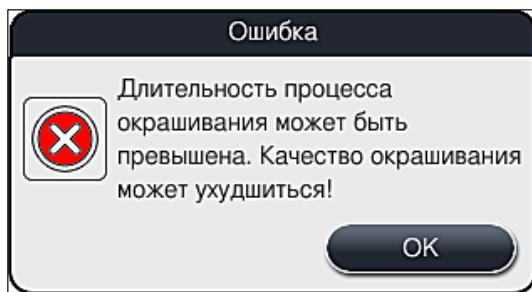

Рис. 109
- После подтверждения этого информационного сообщения пользователь получает информацию о возможном превышении периодов окрашивания, то есть о том, что отдельные штативы уже слишком долго находятся в реактиве при определенных обстоятельствах или в критической станции, результатом чего может стать ухудшение качества окрашивания. Подтвердите это информационное сообщение (→ "Рис. 109") нажатием кнопки **OK** для возобновления.